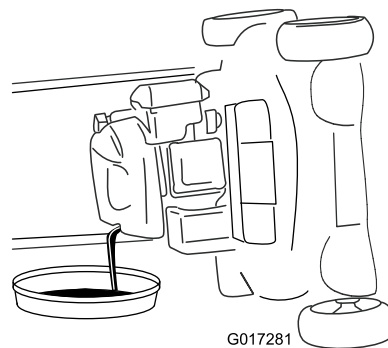

**Figura 32**
3. Retire la varilla girando el tapón en el sentido contrario a las agujas del reloj y tirando del mismo (Figura 32).
10. Observe en la varilla el nivel de aceite (Figura 32).